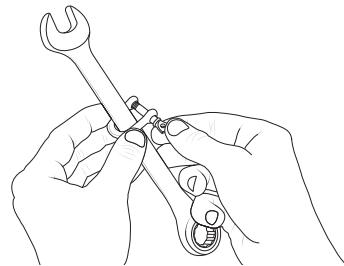

Fig. 4
5. Reattach the crossbar [fig. 4].
5. Vuelva a acoplar la barra [fig. 4].